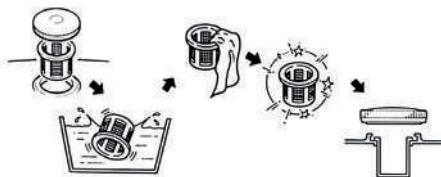

РИС. 15
Визуально проверяйте состояние сетчатого фильтра в горловине (2). При наличии загрязнений извлеките и очистите его (Рис. 15). Повреждённый фильтр подлежит замене.